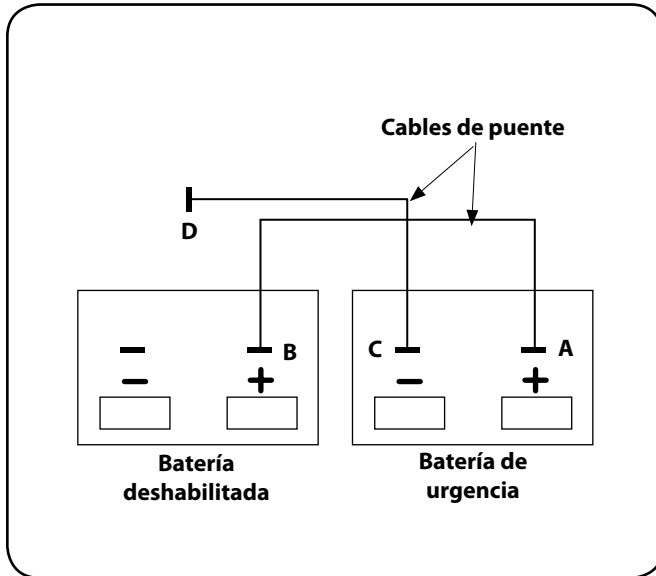

Figura 5-7
1. Conecte el cable de puente positivo (+) al borne positivo de la batería de urgencia (+) (A). Vea la Figura 5-7.